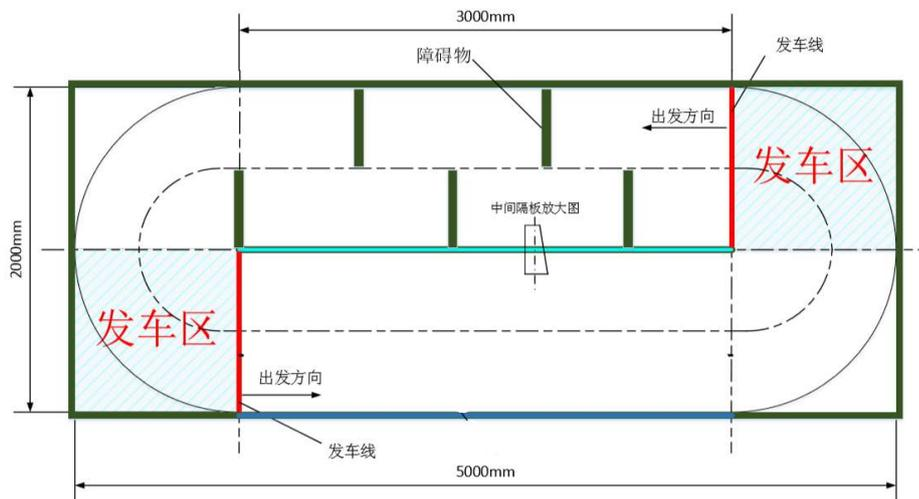

图 2.1 自控避障小车赛道
5、比赛赛道：近水平铺设的环形赛道示意图，如图 2.1 所示，由两段 3000mm 的直线段和两段半径为 1000mm 圆弧段组合成一条封闭环形赛道，赛道颜色为浅色，绿粗实线为赛道边缘挡板（高度 100mm 的亚光深蓝色），浅蓝色的中间隔板长度为 3000m，赛道两侧的半圆弧赛道的细实线（黑色）为赛道边界线，自控车必须在规定的赛道内运行。